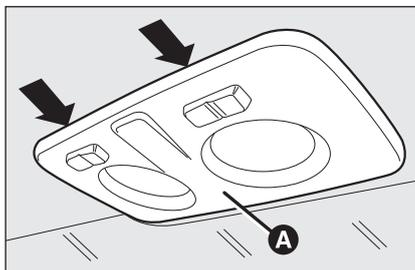
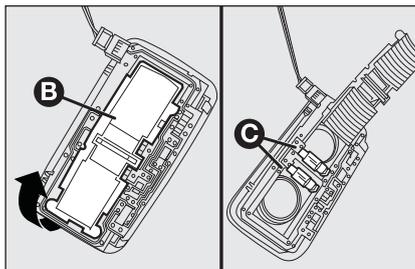

fig. 36
fig. 37
- intervenga en los puntos indicados por las flechas y quite la lámpara de techo **A-fig. 36**;
- abra la tapa de protección **B-fig. 37**;
- cierre la tapa **B-fig. 37** y fije la lámpara de techo **A-fig. 36** en su alojamiento asegurándose de que se bloquee.